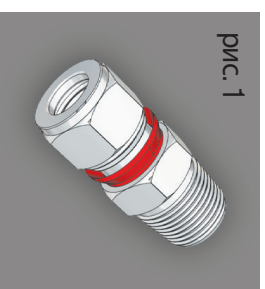
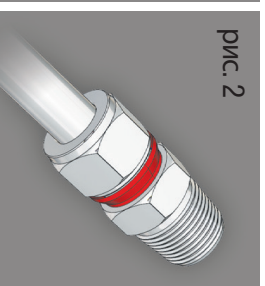

рис. 1
рис. 2
**1** Рис. 1 показывает корпус фитинга. Вставьте трубку с посаженными обжимными кольцами в фитинг до упора переднего обжимного кольца в корпус фитинга. (Рис. 2)